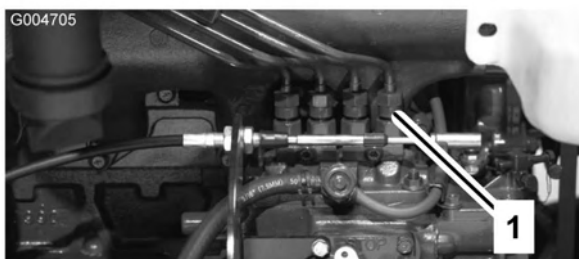

Figura 51
1. Desaperte a tubagem ligada ao bocal do injector número 1 e à estrutura de suporte da bomba de injeção (Figura 51).